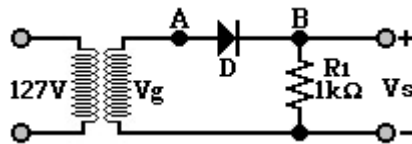

Figura 3.1
- Utilizando una terminal del transformador y el **TAP central**, arme el circuito de la figura 3.1.
- Con el multímetro en CD mida el nivel de  $V_s$ . Retire la resistencia de carga  $R_1$  del circuito de la figura 3.1 y mida nuevamente el nivel  $V_s$ .